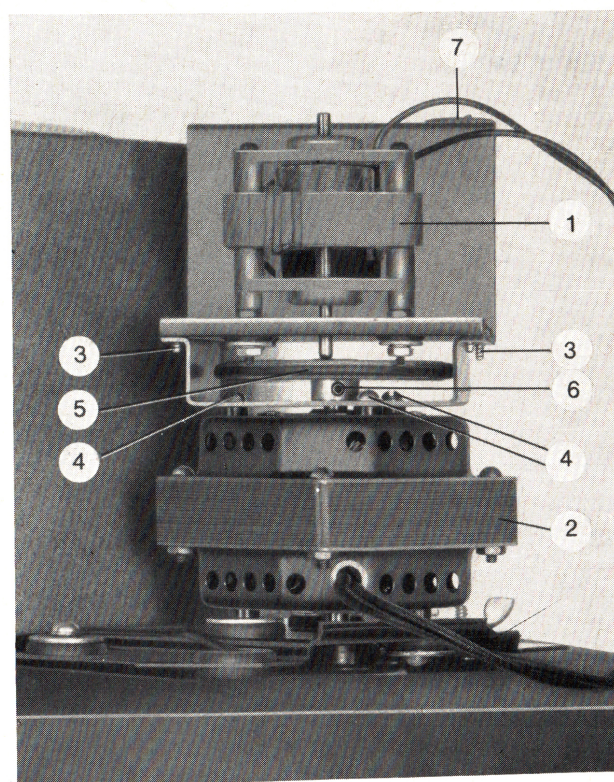

Abbildung 3
Der LESLIE-Box sind Anschlußkabel mit Doppelfußschalter und eine sog. Frequenzweiche (Abb. 1) beigelegt, sowie ein Innensechskant-Stiftschlüssel 3/32" (siehe unter „Serviceanleitung“ (6 Abb. 3). Durch die Frequenzweiche werden dem LESLIE-Lautsprecher nur die mittleren und hohen Frequenzanteile zugeführt. Die tiefen Töne werden nach wie vor vom Original-Verstärkerlautsprecher abgestrahlt. Durch den mit „LESLIE“ bezeichneten Fußschalter wird der Lautsprecher der Box 16 ein- und ausgeschaltet. Durch den anderen Schalter „Trem.“ wird eine der beiden Vibratogeschwindigkeiten (schnelles Vibrato oder langsamer „Kathedral-Effekt“) gewählt.
Beim Wiedereinbau ist darauf zu achten, daß der Gummiring (7, Abb. 3) an der Motorbefestigungsplatte wieder in den Haltestift an der vorderen Schallwand eingeführt wird.
8. Die Zeitabstände des Nachölen sind ebenso wie die Reinigung von der Betriebsdauer abhängig. Zum Ölen ist ein gutes Nähmaschinenöl zu verwenden; pro Lager nicht mehr als 10 Tropfen (so langsam angeben, wie sie von den Filzpackungen aufgesaugt werden). Ein „Überölen“ ist zu vermeiden! **Gummitreibrad (5, Abb. 3) und Antriebsriemen müssen unbedingt sauber bleiben.**
Der große Motor (2, Abb. 3) hat im vorderen Lager ein Öleinfüllloch über der kleinen Riemenscheibe, das mit „Oil here“ bezeichnet ist. — Die Filzpackung des hinteren Lagers wird zugänglich nach Abschrauben des kleinen Motorträgers — vier Schrauben — (3, Abb. 3), entfernen des Gummitreibrades (3/32" — Innensechskant-Stiftschlüssel — (6, Abb. 3) und Abschrauben der Zwischenplatte (drei Schrauben — (4, Abb. 3).
Bei eingedrücktem Anker des kleinen Motors soll das runde Ende des Schaftes den Gummiüberzug (5, Abb. 3) gerade berühren; dieser Punkt sollte etwa in der Mitte des totalen Ankerweges liegen.
Beim **kleinen Motor** (1, Abb. 3) haben beide Lager in den Abdeckkappen Öllöcher. Der Motor ist beim Ölen jeweils nach unten zu halten, damit sich die Filzpolster mit Sicherheit vollsaugen.